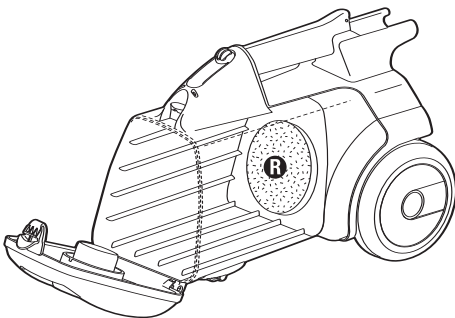

FIG. 15
Step 2: Grasp filter **R** and pull out to remove (Fig. 15).
Étape 2 : Saisissez le filtre R et tirez-le pour l'extraire (Fig. 15).
Paso 2: Tome el filtro R y jale hacia afuera para retirarlo (Fig. 15).